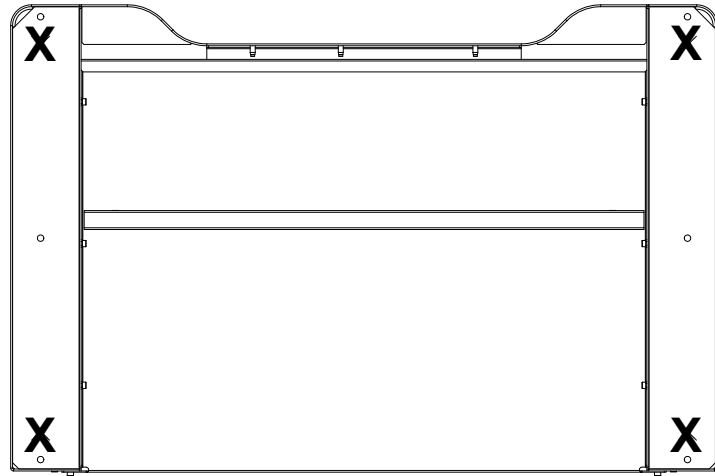

Figura 19. Cara inferior del bastidor ilustrando la ubicación de las patas
6. Localice las patas del bastidor que se hayan retirado para atornillar el bastidor al patín y vuelva a montarlas en los lugares indicados en Figura 19 en la página 73.